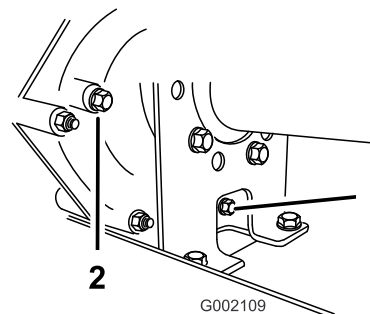
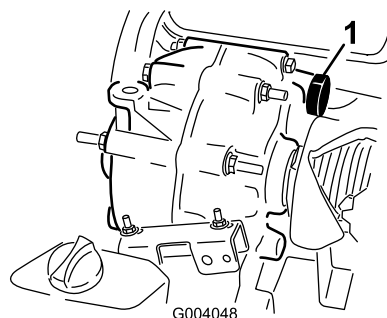

Bild 48
Bild 49
2. Entfernen Sie die Ablassschraube aus der rechten Seite des Behälters (Bild 48) und lassen die Flüssigkeit in ein Auffanggefäß ablaufen. Schrauben Sie die Ablassschraube wieder fest ein, wenn keine Flüssigkeit mehr ausströmt.
3. Füllen Sie ungefähr 1,4 Liter SAE 10W300 Motoröl in den Behälter (Bild 49) oder füllen Sie soviel Öl ein, dass der Ölstand an der Unterkante des Füllstand-Prüflochs liegt (Bild 48).